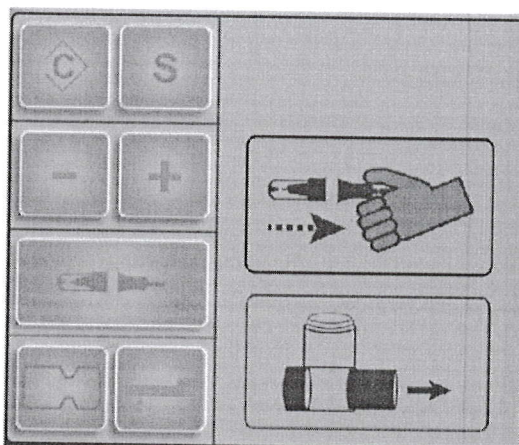

Рисунок 2-16: Электрод может быть извлечен после сброса счетчика
4. Чтобы сбросить счетчик электродов, нажмите кнопку сброса счетчика электродов. Кнопка сброса исчезнет (рисунок 2-16).